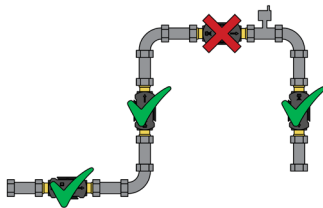

Fig.1
1. Non posizionare il sensore di flusso in corrispondenza del punto più alto della tubazione (Fig.1);